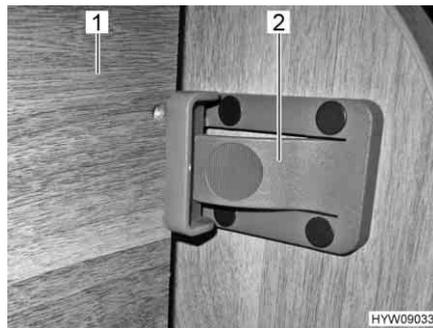

Bild 29 Sicherung vorn
- Bett (Bild 29,1) anheben.
- Bett mit dem Riegel (Bild 29,2) an der Möbelwand sichern.
- Riegel (Bild 29,2) drücken.